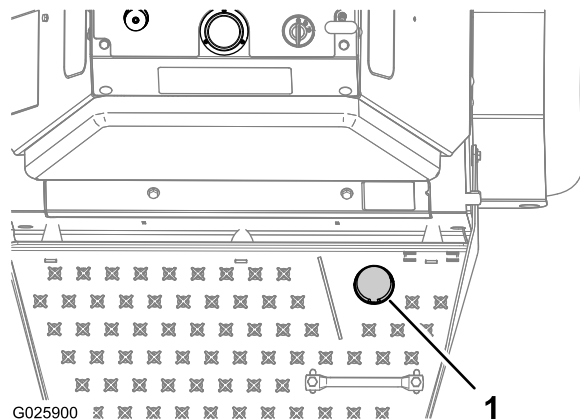

Figure 18
2. Appuyez le pied sur la commande des louchets pour abaisser les louchets (Figure 18).
3. Appuyez sur la commande avec le pied et avancez les leviers de commande de déplacement pour aérer (Figure 18).
Pour élever les louchets, enlevez le pied de la commande (Figure 18).